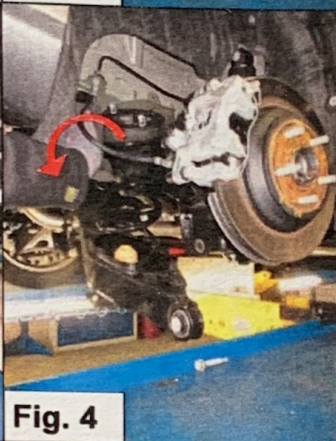

Fig. 4
4. Laat de draagarm voorzichtig zakken en verwijder de hoofdveer. Zie Fig. 4.
4. Carefully lower the control arm and remove the main spring. See Fig. 4.